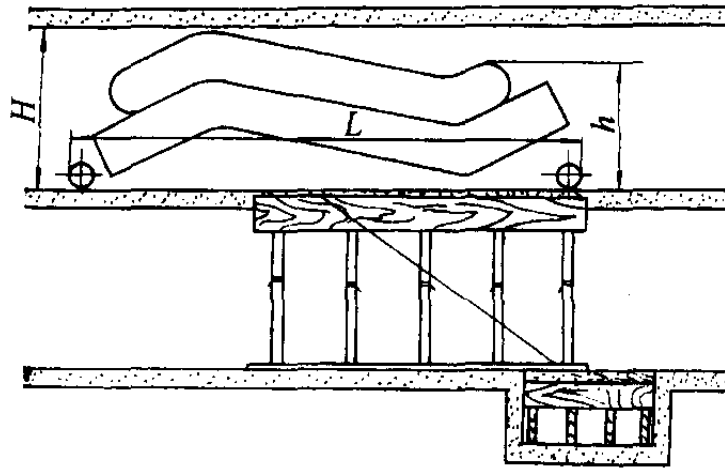
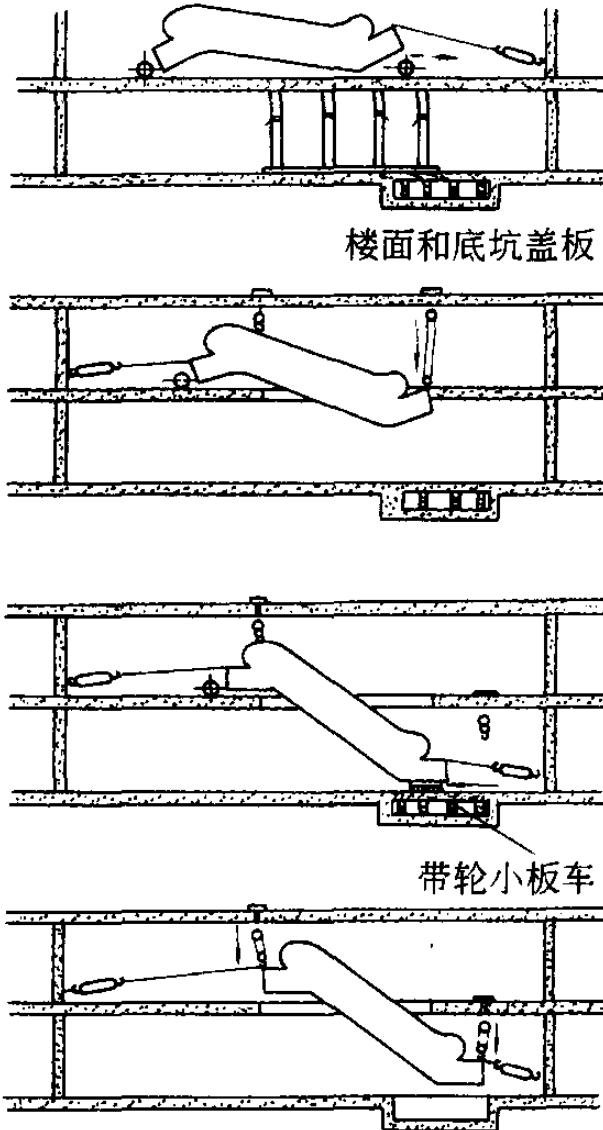
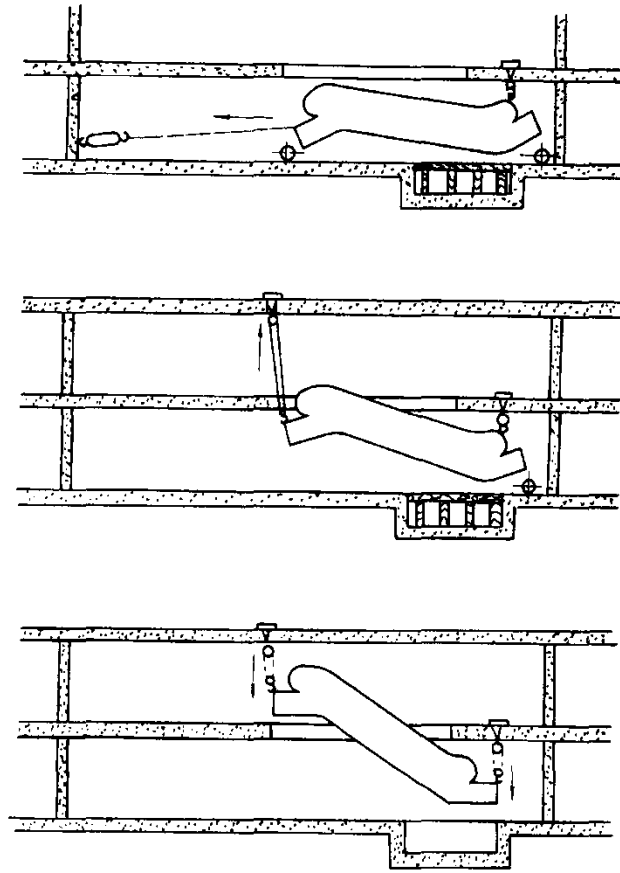

图 30-3-2
图 30-3-3
图 30-3-4
3. 桁架吊装 (图 30-3-2、图 30-3-3、图 30-3-4)